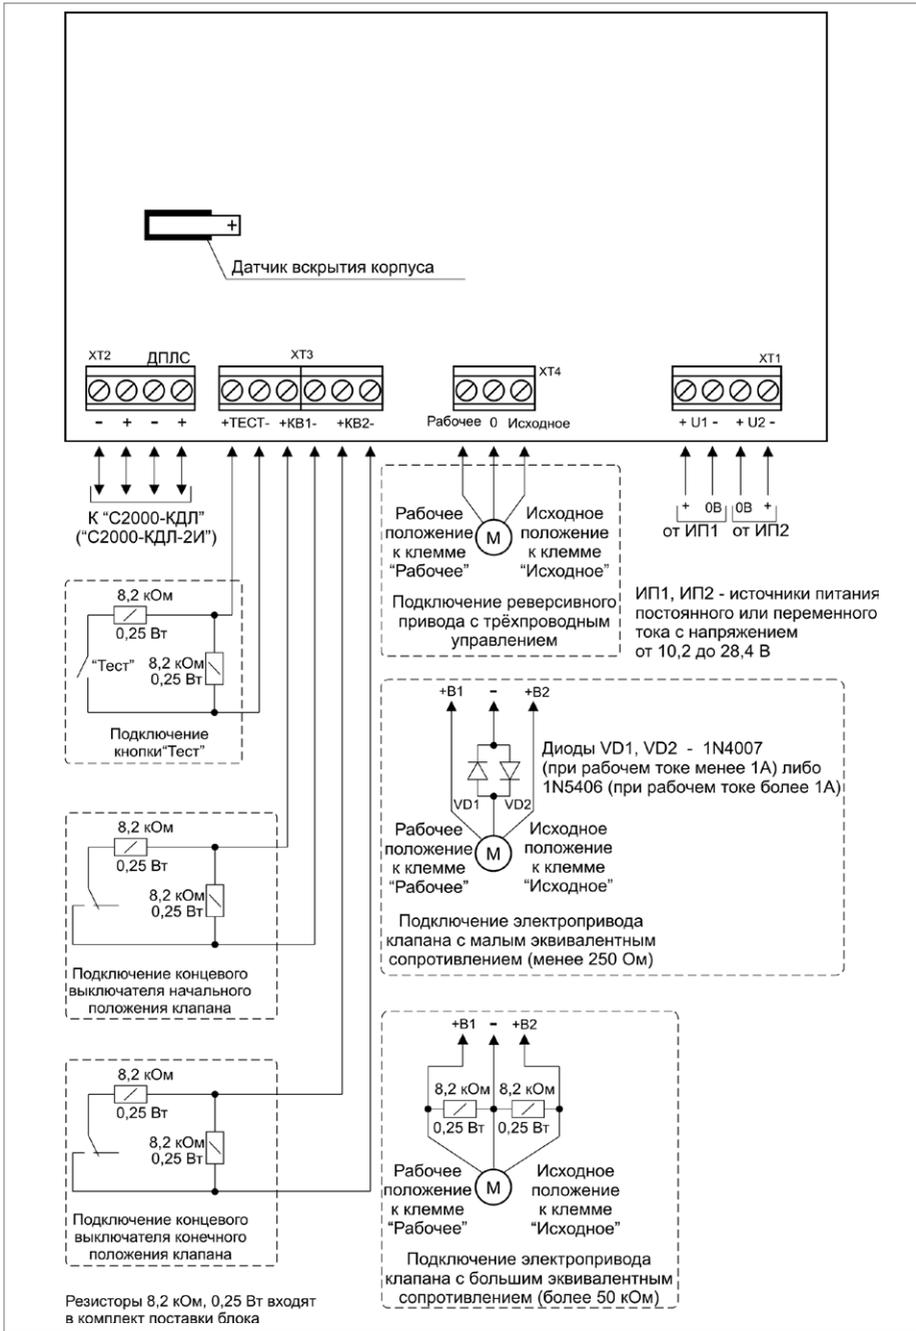

Рисунок 11.
- 2.2. Подключение соединительных линий производите в соответствии с проектной документацией и схемой на рис. 11.
1. Подключите воздушный клапан с электрическим приводом в соответствии с рис. 11, учитывая эквивалентное сопротивление клапана: